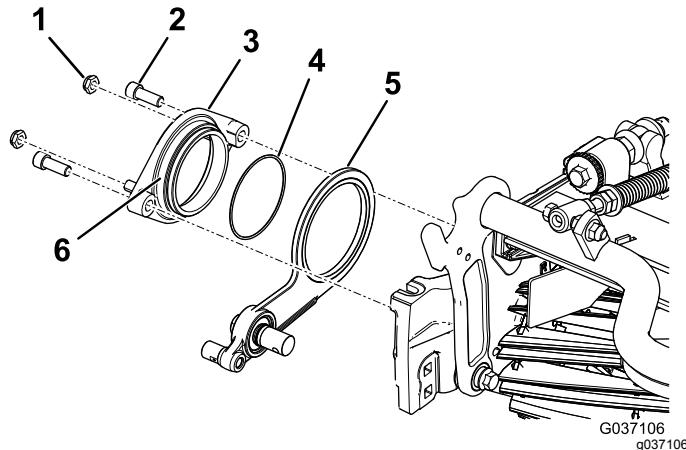

Figura 8
3. Utilice un compuesto antiadherente en el diámetro externo del conjunto del cubo del pivote (Figura 8).
4. Coloque el cubo del pivote sobre el brazo libre y fíjelo al molinete con 2 pernos allen (Figura 8).
5. Instale provisionalmente las 2 contratuerca en el cubo del pivote (Figura 8).